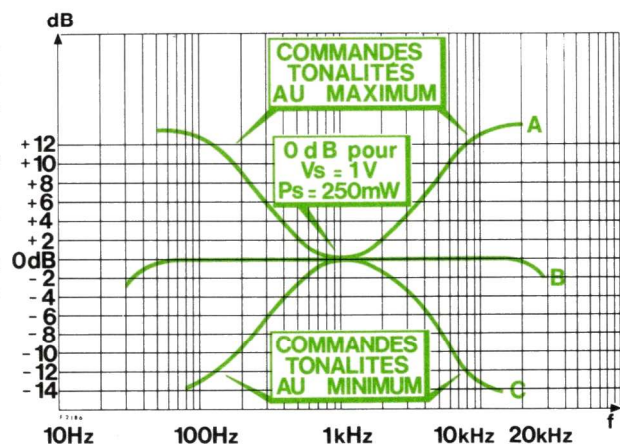

Fig. 5
- Les rapports de V_s en fonction de la fréquence, à la tension V_s pour $f = 1$ kHz sont donnés à la figure 5 ci-dessous (courbe B).
- Les rapports de V_s en fonction de la fréquence, à la tension V_s pour $f = 1$ kHz sont donnés à la figure 5 (courbes A et C).